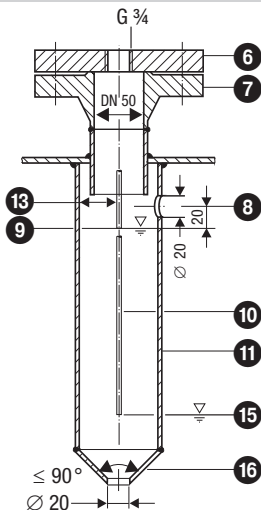

Fig. 4 Schutzrohr (bauseitig) für innenliegenden Einbau
- Eine Niveauelektrode NRG 26-21 kann mit einer GESTRA-Niveauelektrode, einem Niveauschalter oder -transmitter in ein gemeinsames Schutzrohr bzw. Messgefäß (Innendurchmesser DN80/DN100) eingebaut werden. **Fig. 4 - 7.** Dabei muss bei innenliegendem Einbau die Niveauelektrode für die Wasserstandbegrenzung von der oberen Ausgleichsbohrung mindestens 40 mm entfernt sein.